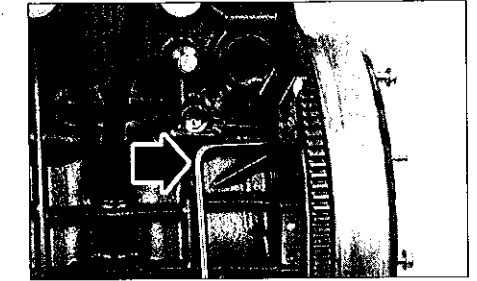

FIG. 13
• Insérer l'outil de calage du volant moteur (Fig.13) (ref. Peugeot 0188-X. Ø de la pige : 8 mm)